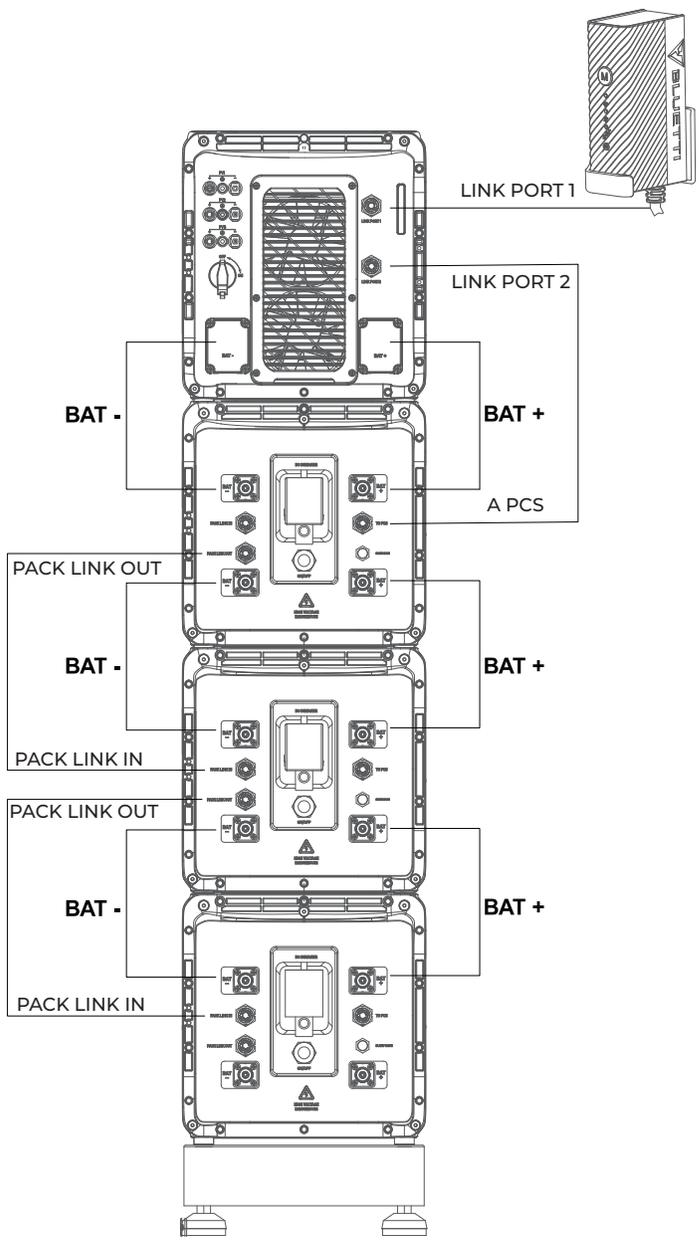

Figura 6.8
**Nota:** Para saber cómo integrar varios B500 al EP760 ESS, consulte la Figura 6-8.